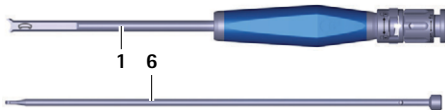

Fig. 12 Strumento inseritore smontato
- ▶ Estrarre l'astina **6** dal tubo **1**, vedere Fig. 12.
- ▶ Spingere l'astina **6** nel tubo **1**, vedere Fig. 12.